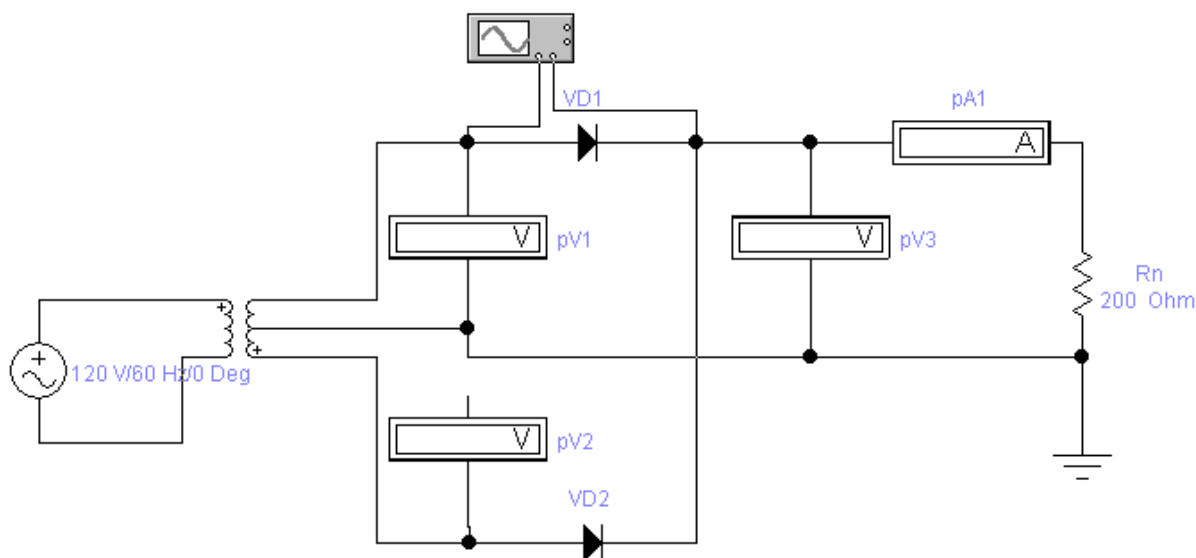

Рисунок 10.1 - Схема дослідження випрямляча з виводом середньої точки трансформатора
2. Набрати схему випрямляча з виводом середньої точки трансформатора (рис. 10.1).